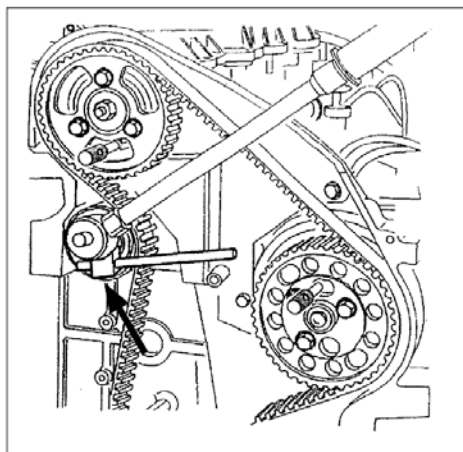

Рис. 2
- Данный инструмент необходим для того, чтобы повернуть натяжной ролик и удерживать его на месте во время затяжки стопорного болта (25 Nm) (рис. 2).